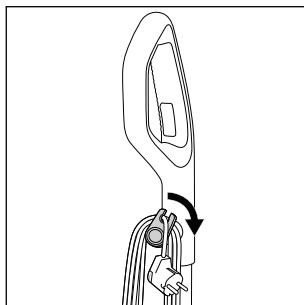

Fig. 12
- ◆ Vink strømledningen ⑯ helt af ledningsholderne foroven og forneden ⑯/⑰. For hurtigt at kunne vikle strømledningen ⑯ af ledningsholderne ⑯/⑰ kan du trække den øverste ledningsholder ⑯ lidt ud og dreje den ned (se fig. 12).